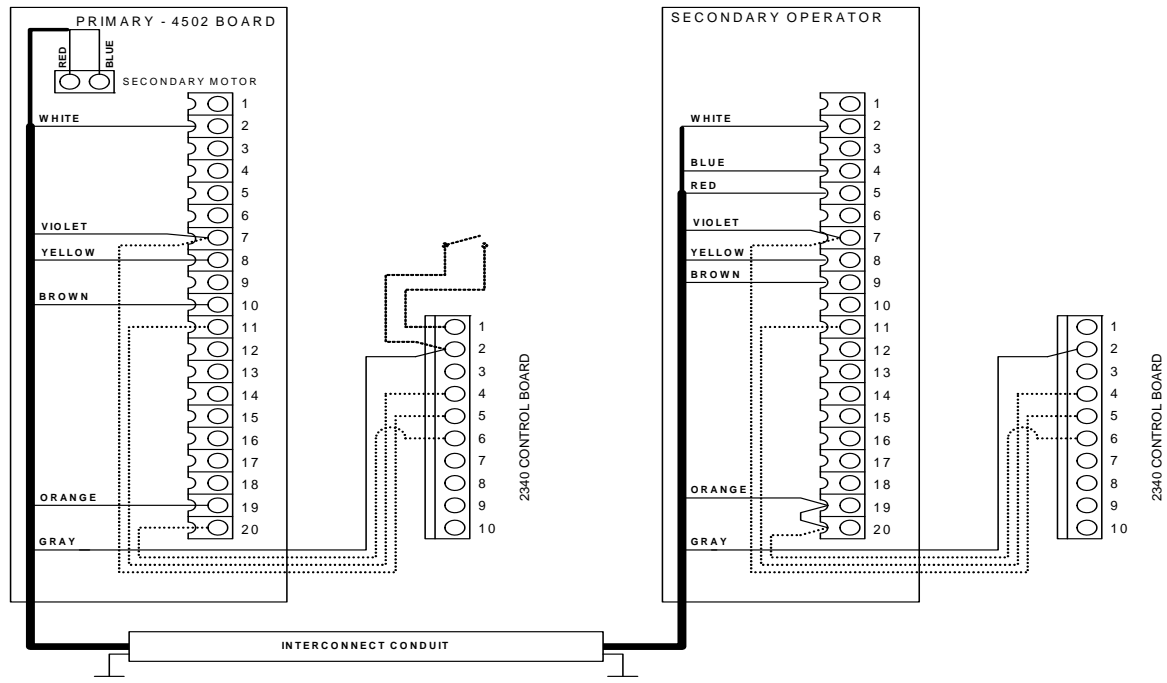

Figura 2
- Cableado de operadores de la puerta de oscilación (batiente) duales según lo demostrado en la Figura 2. El código de color demostrado asume el uso del cable de la interconexión de DoorKing. Pida la pieza número 2600-755 (30 pies), 2600-756 (40 pies), 2600-757 (50 pies).